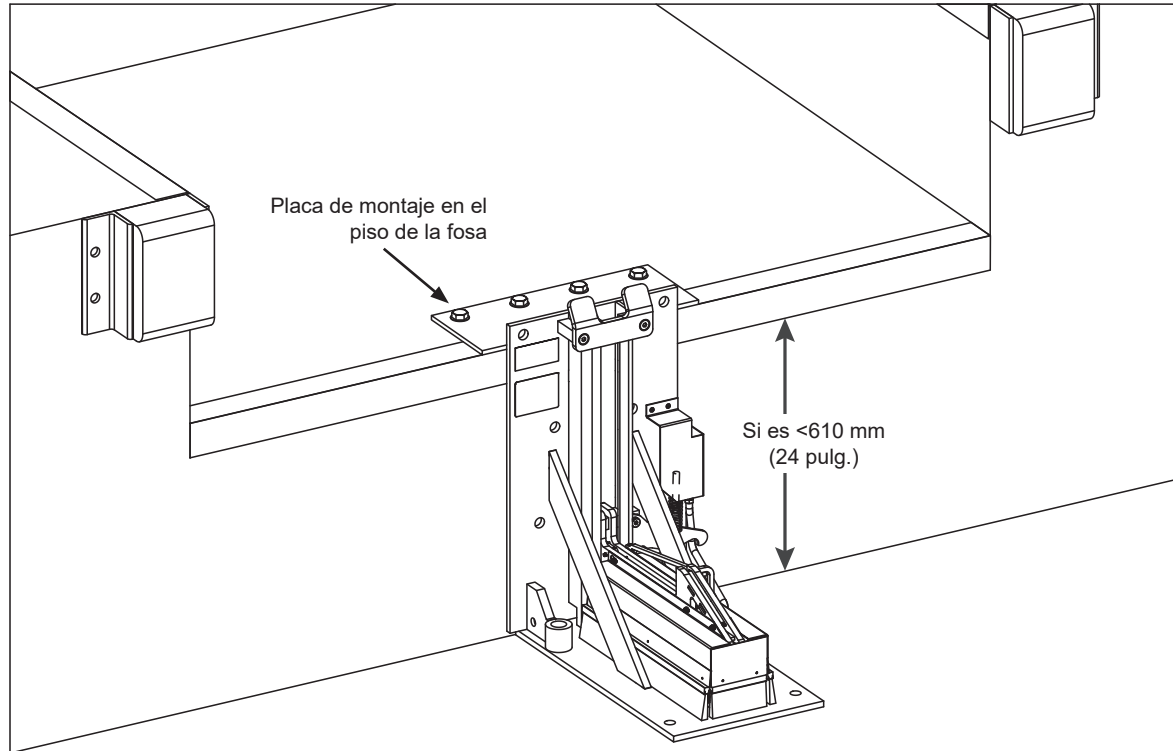
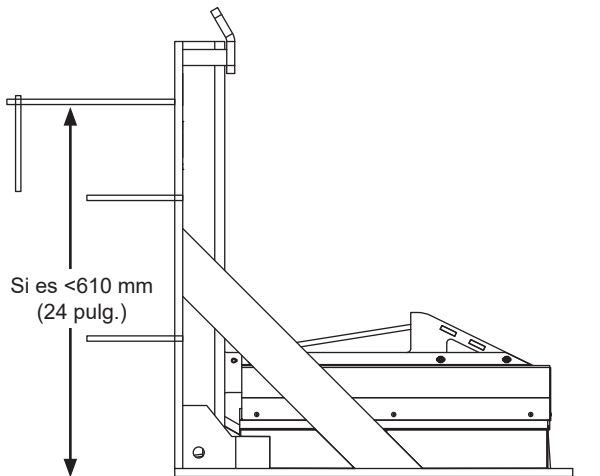

Figura 10
Figura 11
Ancle la placa de montaje en el piso de la fosa (mínimo de 9.5 mm [3/8 pulg.] x 508 mm [20 pulg.] de ancho x 203 mm [8 pulg.] de profundidad, n.º de pieza 9414-0056, Figura 10) con cuatro (4) anclajes de cuña de 19 mm x 133 mm (3/4 x 5-1/4 pulg.) mínimo. Suelde la placa de montaje al perfil con borde y a la placa trasera del PowerStop con una soldadura de filete continua de 6.4 mm (1/4 pulg.). Ancle la placa trasera del PowerStop al muelle con un mínimo de cuatro (4) anclajes de cuña de 19 mm x 133 mm (3/4 x 5-1/4 pulg.) mínimo (n.º de kit 2103-0003). Consulte la Figura 11.